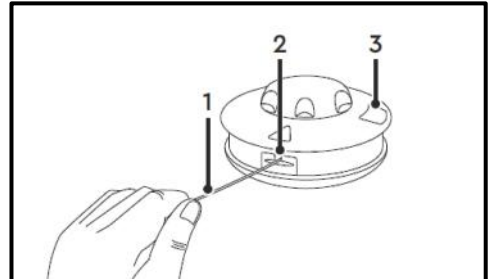

Рис. 13
- Введіть кінчик ліски (1) в отвір (2) котушки (3) та протягніть її крізь котушку наскрізь так, щоб косильна ліска (1) вийшла з отвору (2) з протилежного боку котушки (3) (Рис. 13).